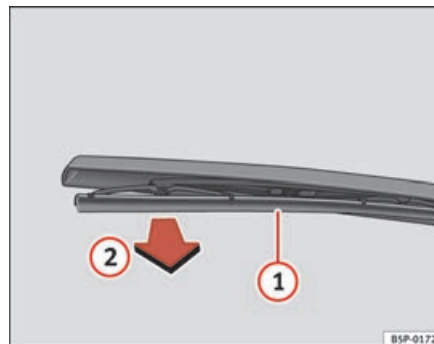

Fig. 172 Sostituzione della spazzola del tergilunotto
- Sollevare la racchetta del tergilunotto dal lunotto ⇒ fig. 172.
- Sbloccare la spazzola ① e tirare ② ⇒ fig. 172.